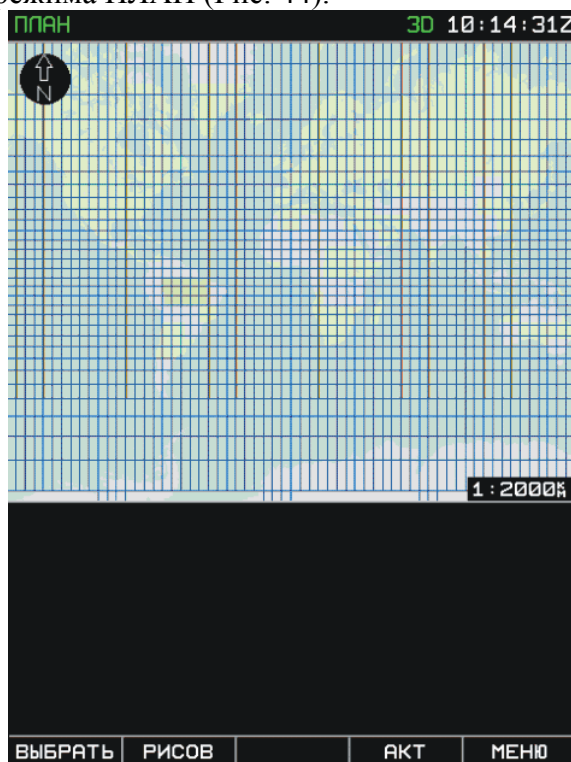
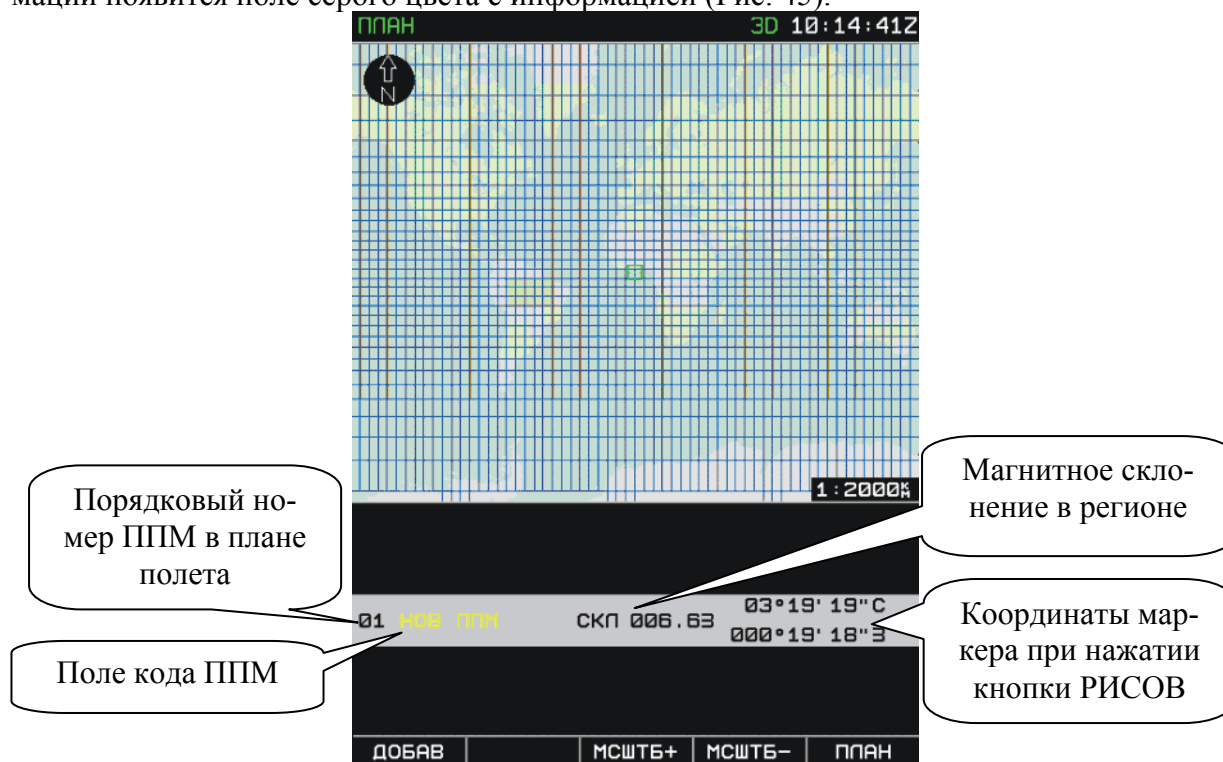
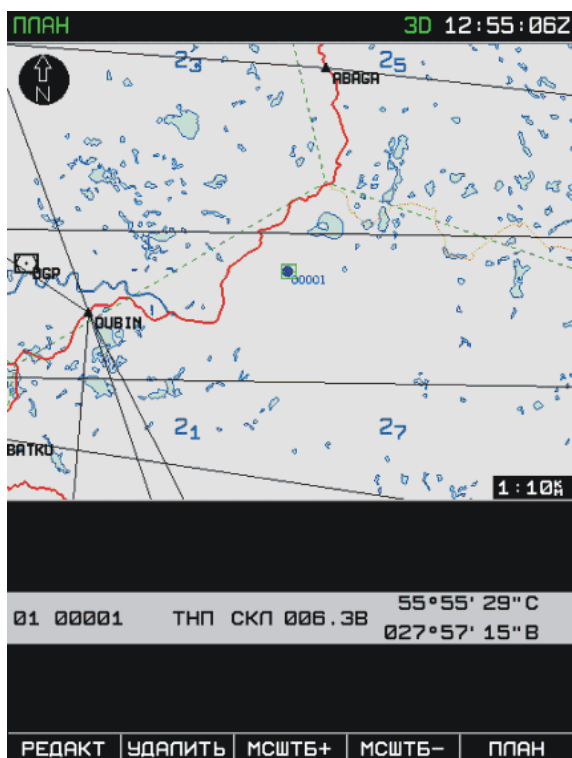

Рис. 44. Вид дисплея в подрежиме ПЛАН
Рис. 45. Исходное состояние дисплея при вводе первого ППМ плана полета
Рис. 48. Вид дисплея после включения ППМ в план полета
Работа с планом полета обеспечивается при вызове подрежима ПЛАН из странице МЕНЮ (Рис. 3). Ввод плана полета начинается в выборе функции РИСОВАТЬ (РИСОВ) страницы подрежима ПЛАН (Рис. 44).
1. Ввод ППМ начинается с выбора функции РИСОВАНИЕ – кнопка РИСОВ (Рис. 44). На дисплее отображается карта местности на поле которой расположен активный маркер, имеющий форму квадратной рамки зеленого цвета - □, на поле полетной информации появится поле серого цвета с информацией (Рис. 45).
4. Для завершения процедуры включения ППМ в план полета нажать кнопку ВВОД. При этом на дисплее в поле карты появится обозначение ППМ (крупная точка синего цвета ●) – Рис. 48). Отказаться от ввода в план полета выбранного ППМ можно используя кнопку ОТМЕНА, при этом на дисплее будет отображаться информационное поле нового ППМ (Рис. 45).
1. Выбрать функцию РИСОВАНИЕ – кнопка РИСОВ (Рис. 44). На дисплее отображается карта местности на которой расположен активный маркер, имеющий форму квадратной рамки зеленого цвета - , на поле полетной информации появится поле серого цвета с информацией (Рис. 45).